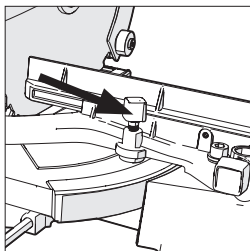

Fig. 20
- Afloje el pomo del tornillo de bloqueo de inglete (**Fig. 20**) girándolo en sentido antihorario.